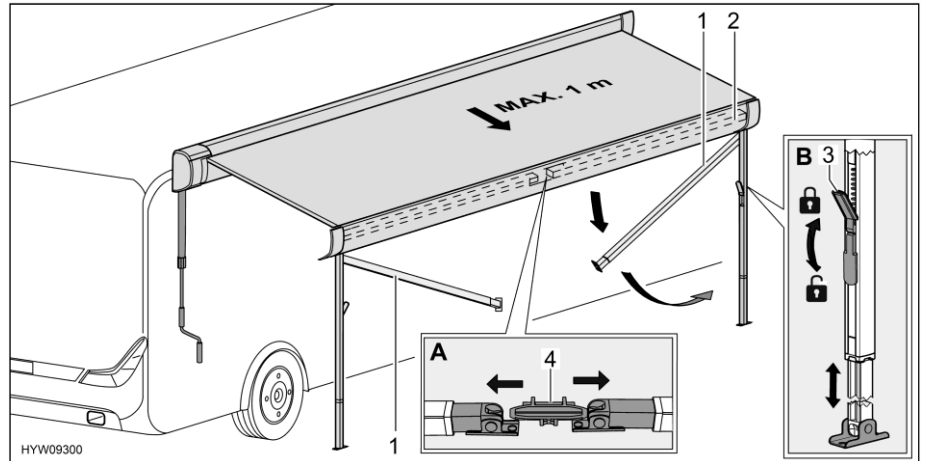

Fig. 50 Préparer les pieds d'appui
- Détacher les pieds d'appui (Fig. 50,1) de sur leur support (Fig. 50,4) situé dans le listeau frontal (Fig. 50,2). Pousser pour ce faire légèrement les pieds d'appui vers l'extérieur (Fig. 50,A).
- Débloquer les dispositifs de verrouillage (Fig. 50,3) des pieds d'appui. Pour ce faire, rabattre le levier de verrouillage vers le bas.
- Faire sortir la partie inférieure des pieds d'appui à la longueur désirée (Fig. 50,B).
- Bloquer les dispositifs de verrouillages (Fig. 50,3) des pieds d'appui. Pour ce faire, rabattre le levier de verrouillage vers le haut.